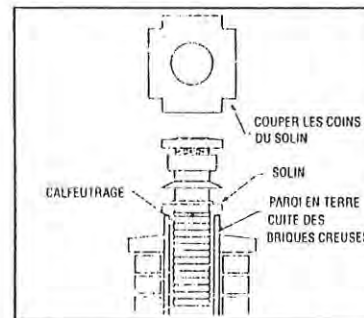

Figure 5
- 4.2 Si les parois en terre cuite des briques creuses dépassent la couronne, faites des encoches dans les coins du SOLIN et repliez les quatre (4) côtés. Appliquez du calfeutrage au silicone sur le dessus des briques creuses et placez directement le SOLIN sur le calfeutrage (voir figure 5).